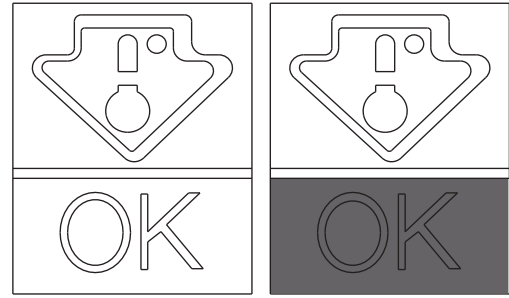

Abb. 6
• Damit Aroma, Gehalt und Frische der Speisen bestmöglich erhalten bleiben, sollten sie wie in Abbildung 6 ersichtlich im Kühlraum untergebracht werden. Die Speisen sollten in Alu- oder Kunststoffbehältern oder in entsprechenden Behältnissen mit Deckel verpackt sein, um Kreuzkontaminationen zu vermeiden.
Die Temperaturanzeige prüfen, die Anzeige OK muss deutlich erkennbar sein (Abb. 6). Ist die Anzeige nicht sichtbar, bedeutet dies, dass die Temperatur zu hoch ist: